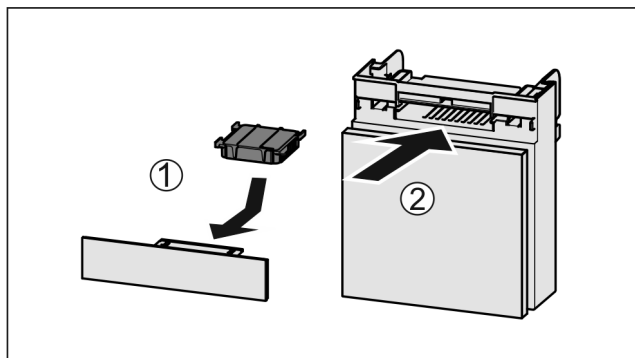

Fig. 104
- Inserire il vano Fig. 104 (2).